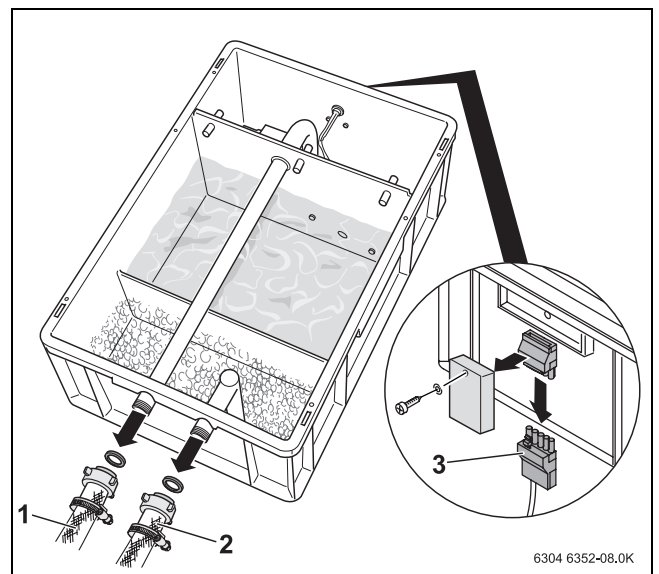

Bild 9 Wartung durchführen
- ▶ Anschlussstecker der Neutralisationseinrichtung (Bild 9, [3]) abziehen.
- ▶ Anschlussstecker (Bild 9, [3]) an der Neutralisationseinrichtung befestigen.